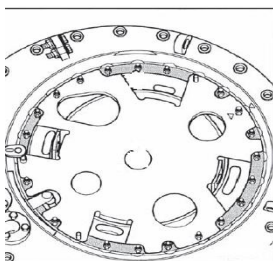

图 20
(2) 拆下切换开关本体支撑板(无红色区域)上的紧固螺母(5个M8螺母, 13号扳手)(图20)。